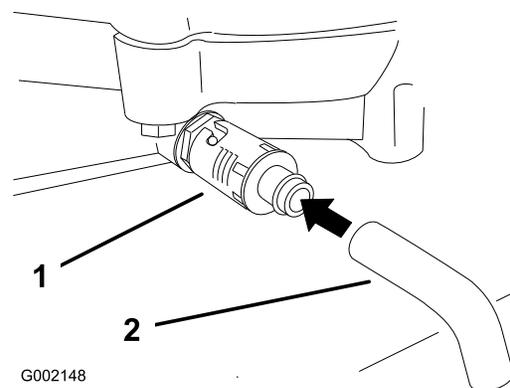

図 21
4. ドレンの下に廃油受けを置く。ドレンバルブを回して開き、オイルを排出する 図 21。